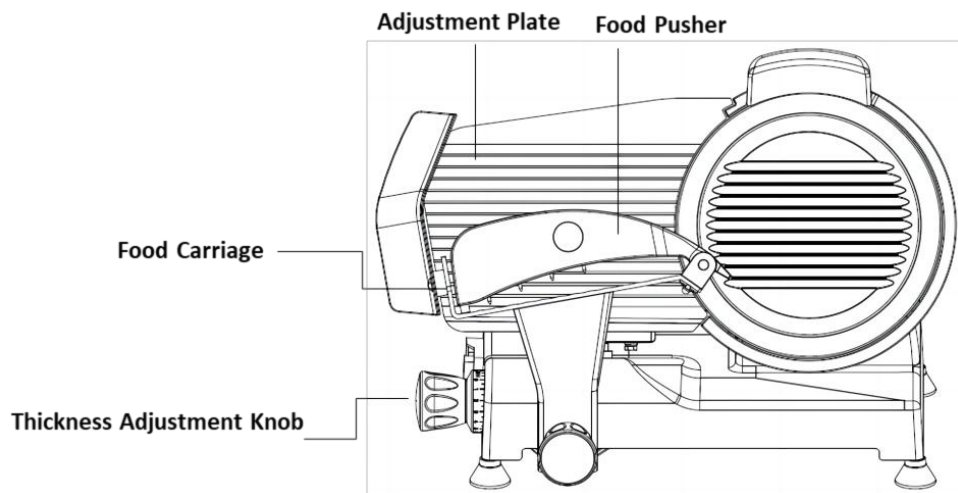

Fig. 1
3. Placez les aliments sur le chariot coulissant pour aliments (pièce n° 5) entre la plaque de réglage (n° 3) et le poussoir pour aliments (n° 12). Pour éviter les blessures, utilisez TOUJOURS la poignée du poussoir pour aliments (n° 11) pour trancher la viande. (Voir la figure 1)
plus épaisses. (Voir la figure 1)